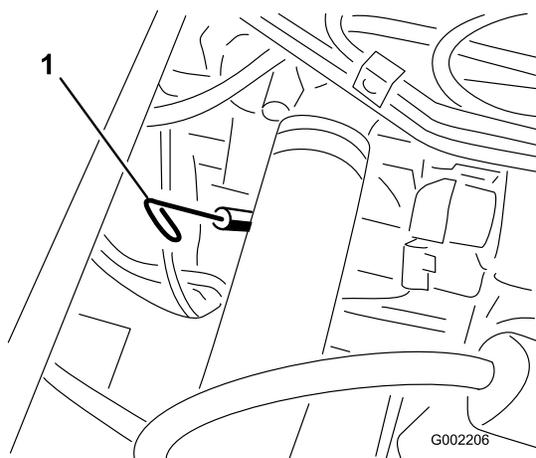

Figura 40
2. Togliete l'asta di livello, situata sotto il sedile passeggero, ed asciugatela con un panno pulito (Figura 40). Inserite l'asta nel tubo e verificate che sia inserita a fondo. Rimuovete l'asta e controllate il livello dell'olio.
13. Togliete il tappo di rifornimento dell'olio e versate lentamente circa l'80% della quantità d'olio specificata nel motore al bocchettone di rifornimento (Figura 40).